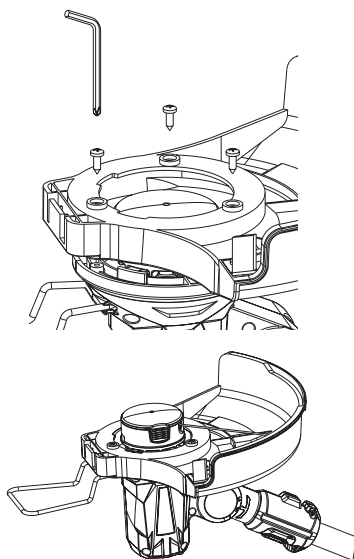

Рис. 2 Установка защитного кожуха
2. Установите кожух на триммер так, как это показано на Рис. 2, чтобы две выемки на защитном кожухе совпали с двумя приливами на корпусе электродвигателя и надежно прикрутите его тремя винтами крепления.